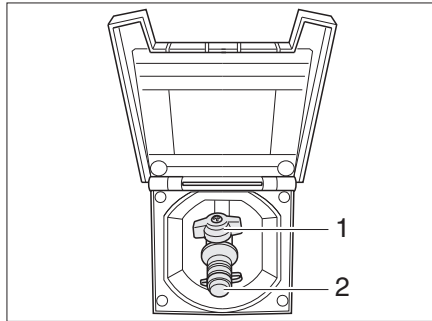

Fig. 82 Toma exterior de gas, válvula de paso de gas cerrada
La toma externa de gas (Fig. 82) está, en función del modelo, en la parte trasera o en el lado izquierdo o derecho del vehículo.
- Conectar el aparato de gas externo en el punto de conexión (Fig. 82,2).
- Abrir la válvula de paso de gas (Fig. 82,1).